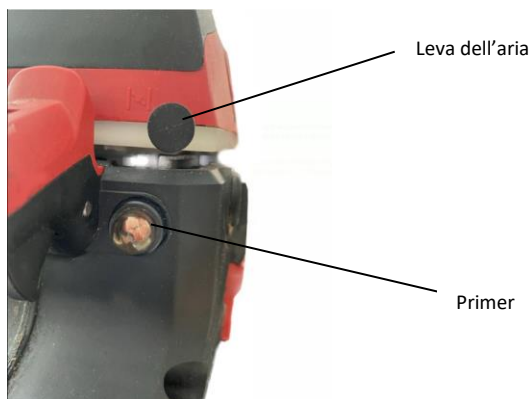

Fig. 5
3. Tirare la leva dell'aria (Fig. 5) verso l'alto in modalità chiusa **N**.